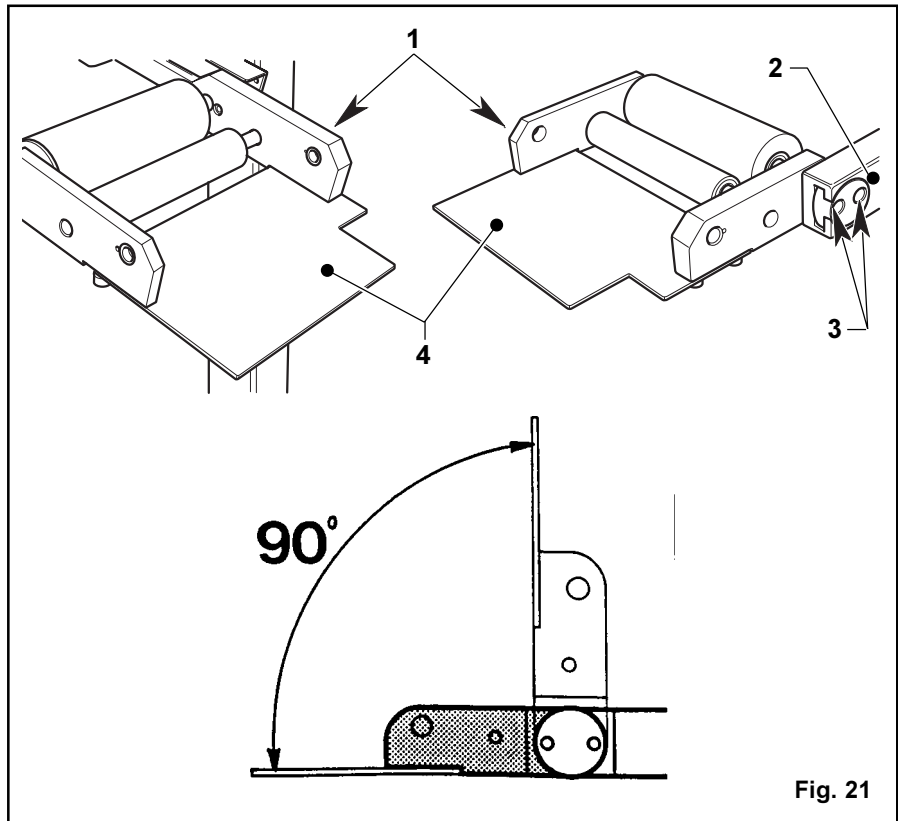

Fig. 21
- *Die hintere Schraube (16) abschrauben und auf der gegenüberliegenden Seite die Rolle (17) mitsamt Welle und Lagern entfernen.*
- *Die Riemen wieder vor den Rollen positionieren, dann die Schrauben (8) der Riemenspanner lockern, die Riemenspannrolle positionieren lassen und die Schrauben (8) wieder anziehen.*
- *Die Schrauben der Riemenspanner lockern; letztere positionieren sich automatisch so, daß die Riemen korrekt gespannt sind; dann die Schrauben (8) wieder anziehen.*
1.14 REGOLAZIONE TERMINALE (Fig.21)
- Il modulo terminale (1) è un gruppo che va accoppiato al modulo di traino per eseguire il distacco dell' etichetta dalla carta di supporto.
- La particolare composizione permette di utilizzare il braccio (2) per supportare gruppi di sovrastampa, fotostop, applicatori ecc.
- Per la regolazione della lama di distribuzione allentare le viti (3) sul braccio.
- Posizionare la lama (4) e serrare le viti.
1.14 DISPENSING MODULE ADJUSTMENT (Fig. 21)
- The dispensing module (1) unit should be attached to the drawing unit assembly to pull labels off the backing paper.
- Through the structure of this unit, the arm (2) can be used to support overprint, photostop, dispenser assemblies, etc.
- Loosen the screws (3) on the arm to adjust the position of the dispenser blade.
- Remount the blade (4) and tighten the screws.
1.14 REGLAGE DU MODULE FINAL (FIG. 21)
- Le module final (1) est un groupe qui est accouplé au module d'entraînement pour exécuter le décollage de l'étiquette du papier de support.
- La composition particulière permet d'utiliser le bras (2) pour supporter des groupes de superposition, la cellule photo-électrique d'arrêt, les applicateurs, etc.
- Pour le réglage de la lame de distribution, desserrer les vis (3) du bras.
- Positionner la lame (4) et serrer les vis.
1.14 EINSTELLUNG DER VERTEILUNGSEINHEIT (ABB.21)
- Das Verteilungsmodul (1) ist eine Einheit, die an die Zugeinheit angeschlossen wird und dem Ablösen des Etiketts vom Unterlagepapier dient.
- Der besondere Bau erlaubt die Verwendung des Arms (2) zur Befestigung von Druckeinheiten, Photostops, Anbringvorrichtungen usw.
- Zur Einstellung der Verteilungseinheit die Schrauben (3) am Arm lockern.
- Den Verteiler (4) positionieren und die Schrauben wieder anziehen